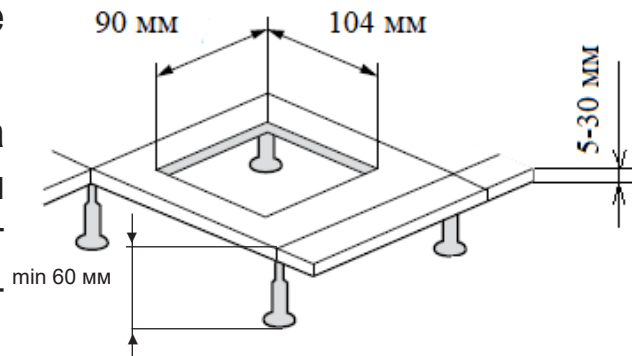

Рис. 2
1. Вырезать монтажное отверстие размером: 104 x 90 мм (рис. 2).